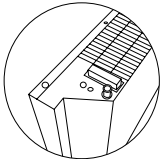

Fig. 4
Duke përdorur shasinë (vijë veçmas), pasi keni studiuar figurën e fiksimit (fig. 4), instaloni pajisjen në dysheme:
1. Ktheni me kujdes konvektorin përmbys. (Fig. 4).